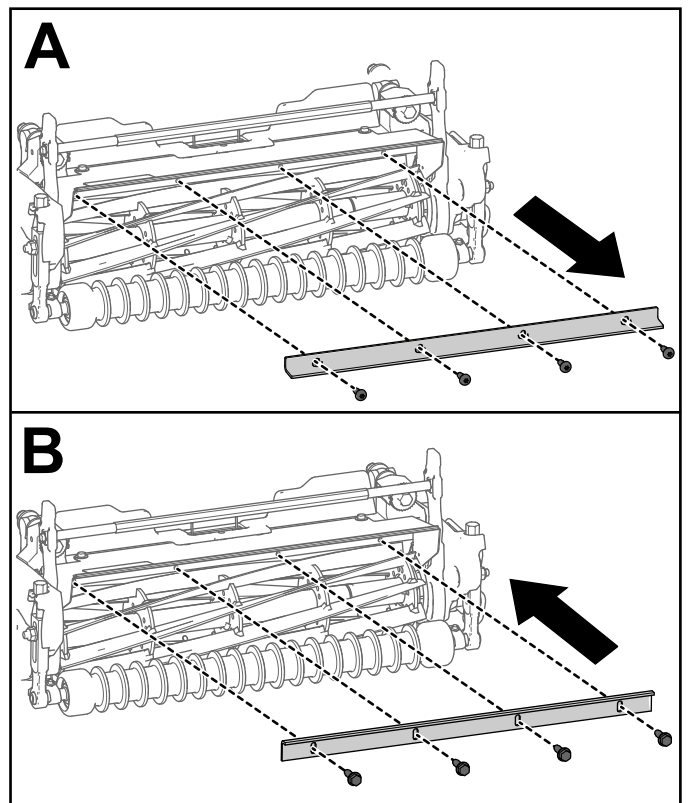

図 5
- カッティングユニットモデル04657および04658が他の Greensmaster 3300または3400走行ユニットで使われる場合は、グラスディフレクションバーを取り外し、図 5に示すように、カットオフバー (部品番号115-3303-03) と4本のボルト (部品番号131-6150) に交換します。